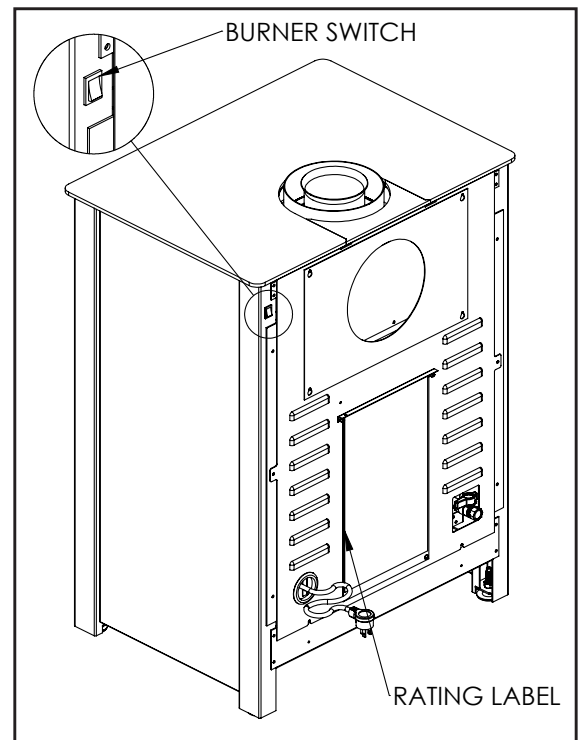

Figure 6. interrupteur du brûleur
Les instructions note d'étiquettes et d'éclairage sont situés à l'arrière du poêle (figure 6) .
- appuyer sur l'interrupteur du brûleur, situé à l'arrière en haut à droite de la S20, sur ON (voir Figure 6)